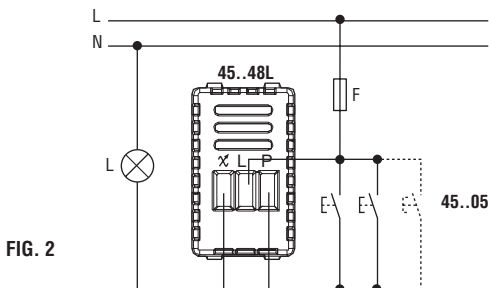

FIG. 2
- Installation du régulateur d'éclairage associé aux pousoirs NO: commande et régulation lumière moyennant le pousoir incorporé ou les normaux pousoirs reliés en parallèle (figure 2, 2A et 2B)